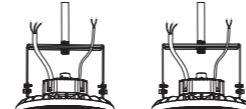

Figure 10
- Step3. Re-screw the nuts. (Figure 10),After installation, connect the wire of the fixture to the mains according to local wiring rules, ensure the connection is stable and make good protection on the connection. By adjusting the brackets screws, users can adjust 50° to the left or right vertically.
Étape 3. Revissez les écrous. (Figure 10). Après l'installation, connectez le fil de l'appareil au secteur selon les règles de câblage locales, assurez-vous que la connexion est stable et faire une bonne protection sur la connexion. En ajustant le supports vis, les utilisateurs peuvent régler 50° vers la gauche ou la droite verticalement.